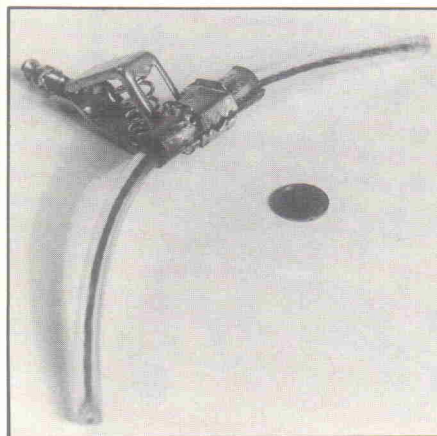

Bild 1. Kapazitivklemme
- Kapazitivklemme. Sie wird direkt über das zur Zündkerze des 1. Zylinders führende Zündkabel gesteckt. Die in Bild 1 gezeigte Kapazitivklemme besteht aus einem längs aufgesägten Stück Kupferrohr, das mit einer 25 A-Batterieklemme verlötet wurde.